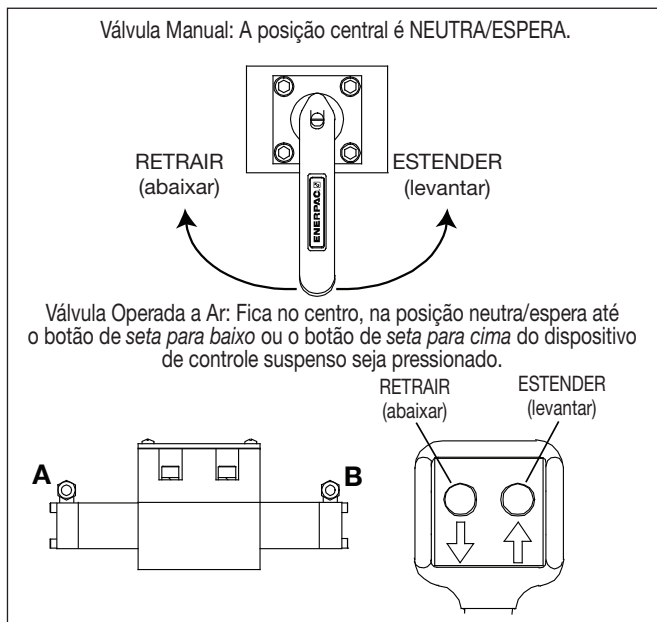

Figura 3, Detalhes da Válvula de Controle e do Dispositivo de Controle Suspenso
5.1 Válvulas de controle (veja a figura 3)